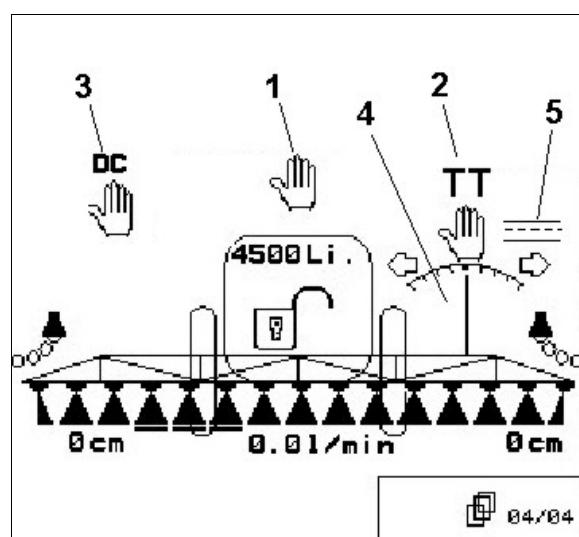
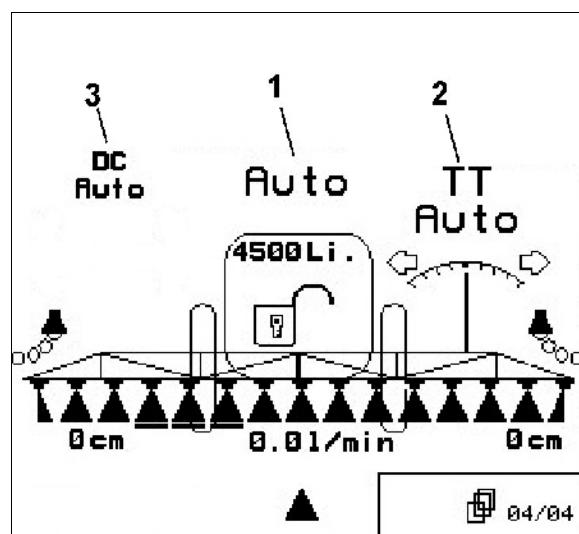

Рис. 70
Рис. 71
1. Регулировка нормы опрыскивания: Ручной режим (Рис. 70/1), автоматический (Рис.
71/1): Ручной режим (Рис. 70/2), автоматический (Рис. 71/2), дорожный режим (Рис. 70/5)
3. Управление дистанционным контролем: Ручной режим (Рис. 70/3), автоматический (Рис. 71/3)
При включенном автоматическом режиме на дисплее появляется символ "Авто" (Рис. 70/1). Компьютер агрегата принимает на себя регулировку нормы внесения в зависимости от фактической скорости движения.
символ (Рис. 71/1) и дополнительно показание [л/мин] (Рис. 71/2). Вы регулируете норму внесения вручную путем изменения давления опрыскивания клавишей или .
При включенном автоматическом режиме на дисплее появляется символ "Авто" (Рис. 70/2). Компьютер агрегата берет на себя точный ход агрегата по одной колее с трактором.
Если скорость движения становится выше 15 км/час (движение по дороге), ось Trail – Tron автоматически переходит в нулевое положение и остается в режиме движения по дороге (Рис. 70/5).
символ (Рис. 71/2). Нажмите клавишу или
→ Прицепной опрыскиватель снова подстраивается к трактору. На дисплее символ "поддерживающая управляемая ось" (Рис. 70/4) показывает выбранный поворот поддерживающей управляемой оси.
При включенном автоматическом режиме на дисплее появляется символ "Авто" (Рис. 70/3). Компьютер агрегата принимает на себя регулировку расстояния форсунка – обрабатываемая культура.
В ручном режиме появляется символ (Рис. 71/3). Дистанционный контроль отключен. Вы регулируете расстояние форсунки – обрабатываемой культуры вручную посредством регулировки наклона и высоты.